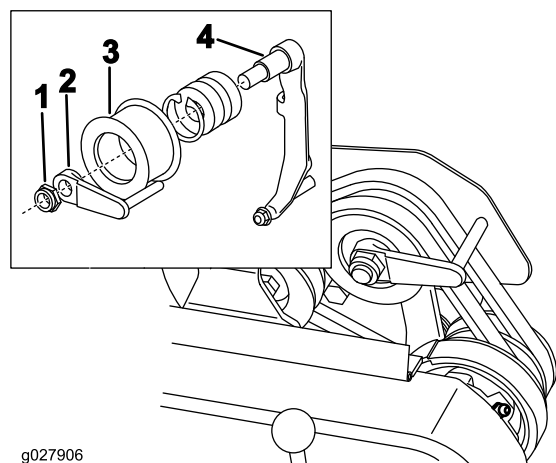

Bild 47
8. Wenn Sie das Schieben oder Ziehen der Maschine ohne Starten des Motors vereinfachen möchten, stellen Sie den Riemenführungseinsatz ein (Bild 47). Gehen Sie folgendermaßen vor: